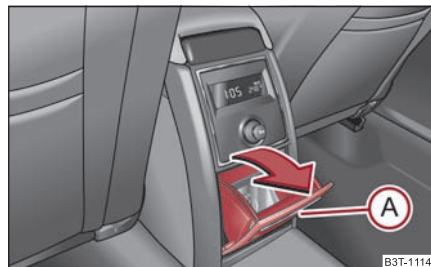

Fig. 117 Consola central trasera: Portaobjetos
- Abra el compartimento guardaobjetos tirando del tirador (A) en sentido de la flecha ⇒ fig. 117.